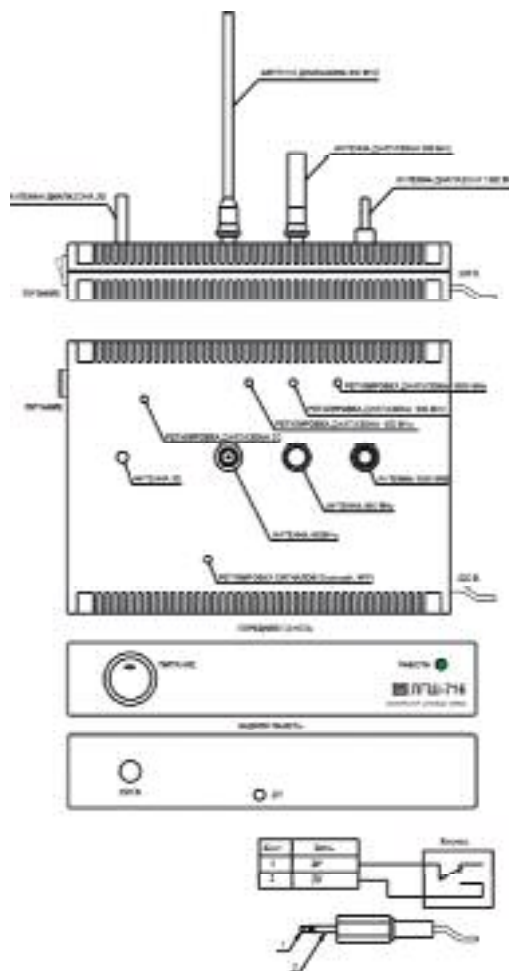

Рис. 1
Генератор собран на трех печатных платах, которые размещается в пластмассовом корпусе. Нормальный тепловой режим работы генератора обеспечивается радиаторами, который крепится к печатным платам. Принцип действия генератора основан на излучении шумового сигнала от автогенератора и подачи этого сигнала на выходы антенн (рис.1)
**ВНИМАНИЕ!** *Важно правильно подключить антенны: в соответствии с рис.1!*